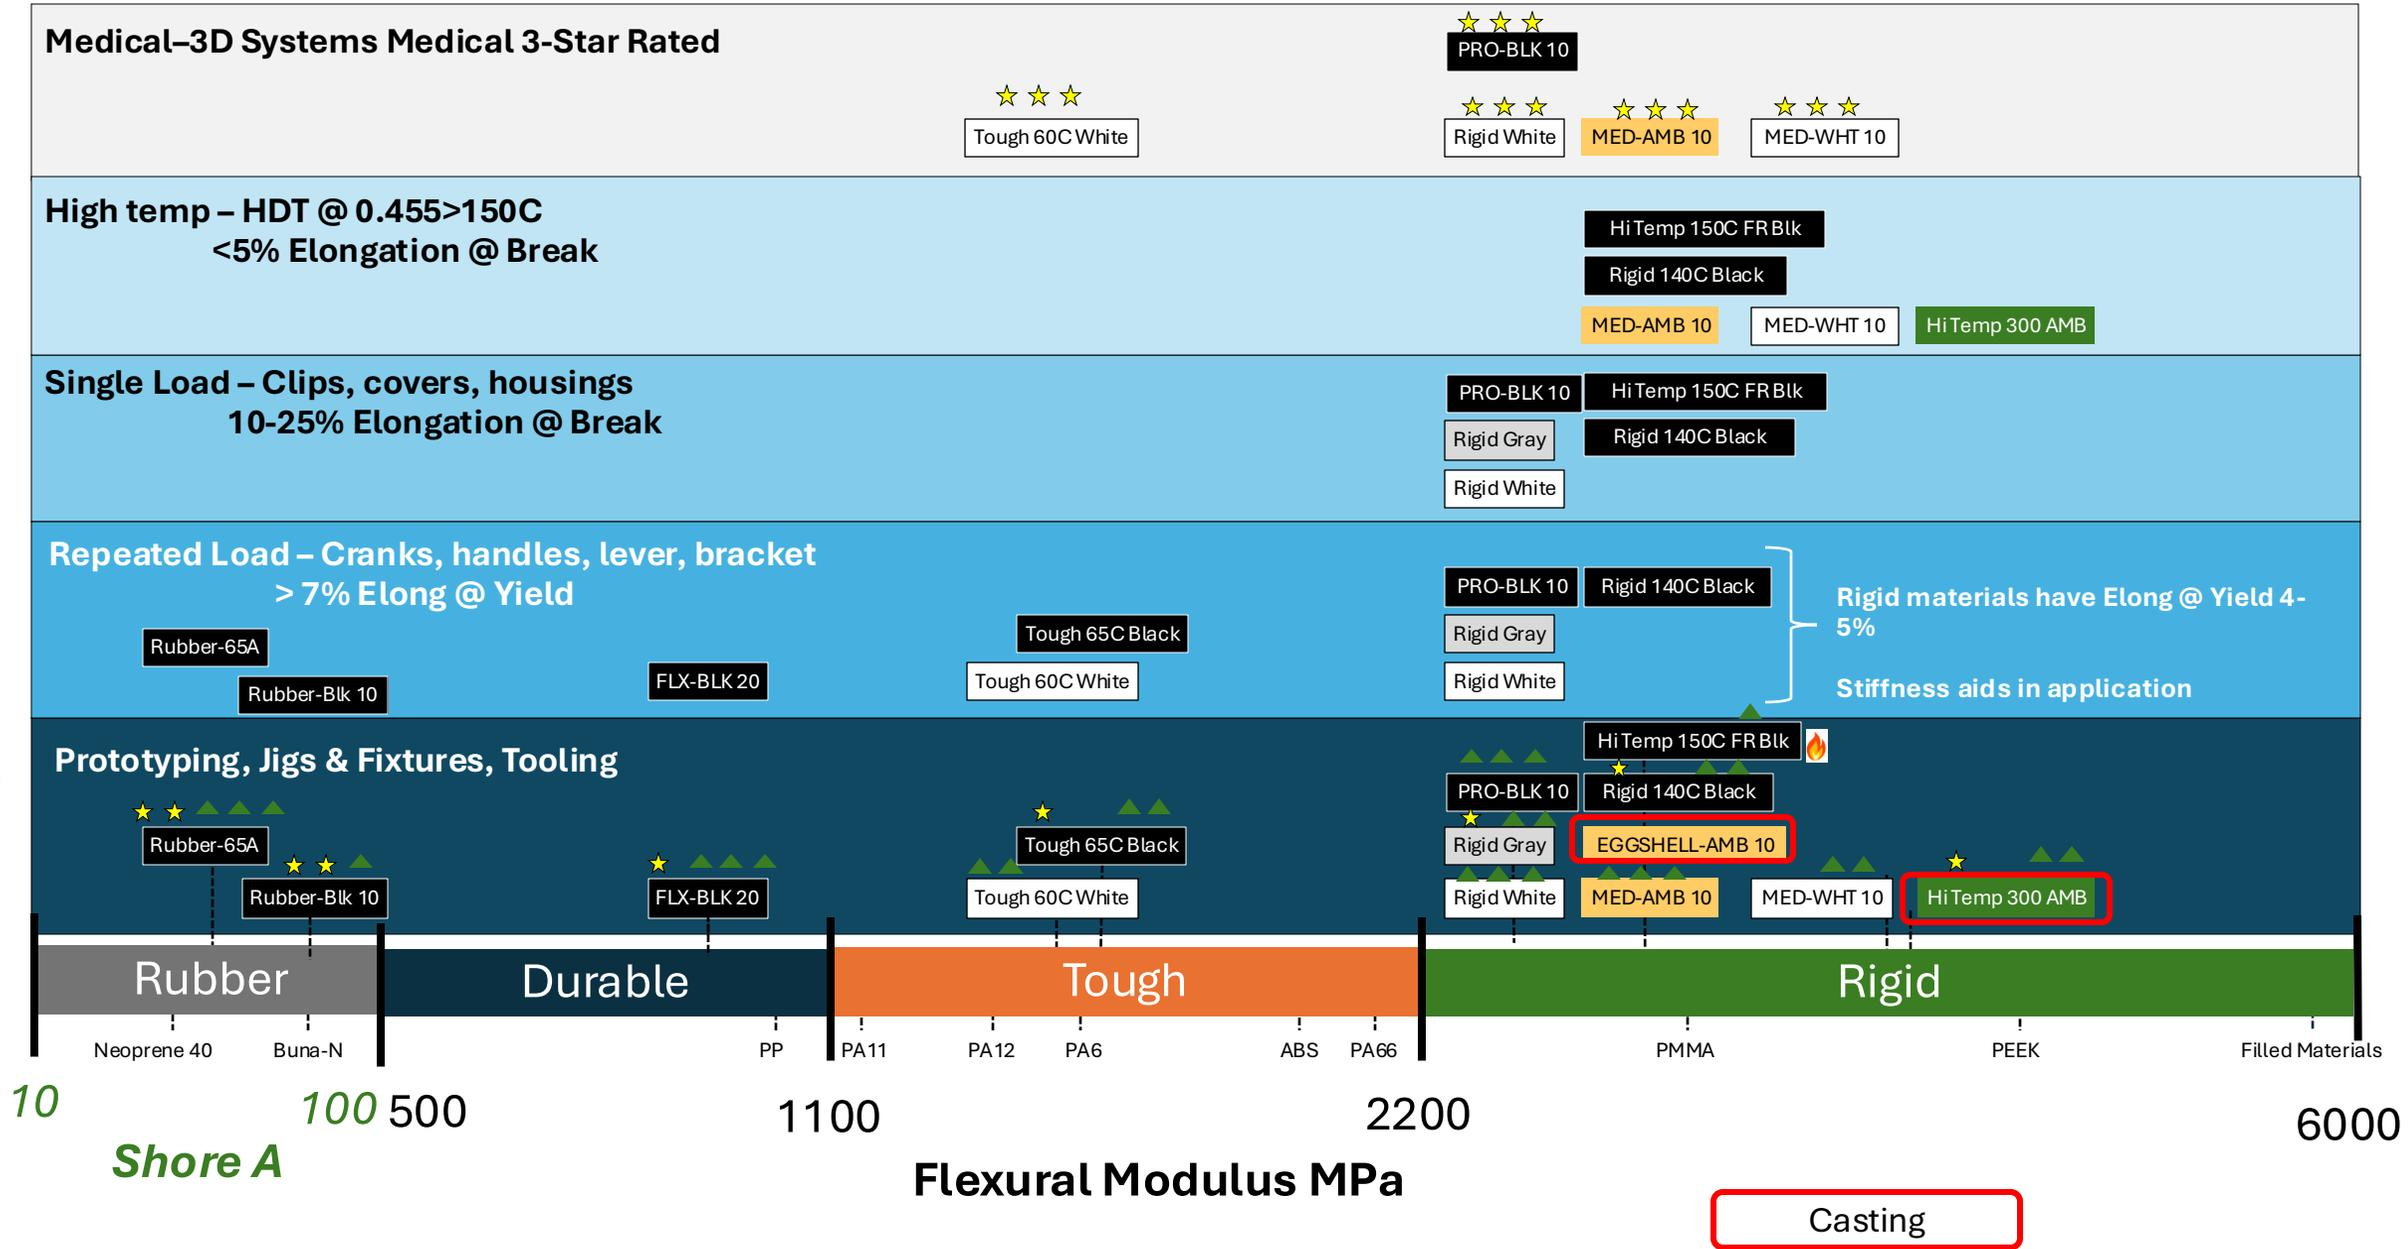

# Figure 4® Materials
- La velocidad y beneficios de los materiales Figure 4, con
- Este es un Sistema con solución completa de tamaño intermedio. Es el vínculo entre precio y productividad entre los sistemas DLP/ Fig4 de escala pequeña con los sistemas grandes SLA de alta producción basadas en laser.
## “Lo mejor de dos mundos” (Fig4 & SLA)
## Materiales Fig 4
All Figure 4 materials listed engineered for long term stability and tested out to 8-years